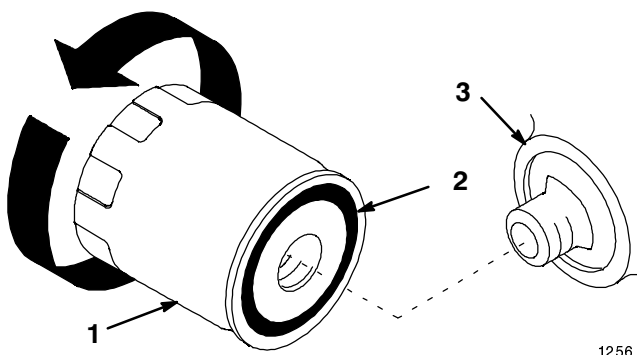

Bild 22
2. Entfernen Sie den Altfilter und wischen die Dichtfläche am Anbaustutzen (Bild 22) ab.
3. Ölen Sie die Gummidichtung am Austauschfilter (Bild 22) leicht mit Frischöl ein.
4. Drehen Sie den Austauschfilter auf den Anbaustutzen auf. Drehen Sie den Ölfilter im Uhrzeigersinn, bis die Gummidichtung den Anbaustutzen berührt. Ziehen Sie ihn dann um eine weitere 1/2 Umdrehung fester (Bild 22).